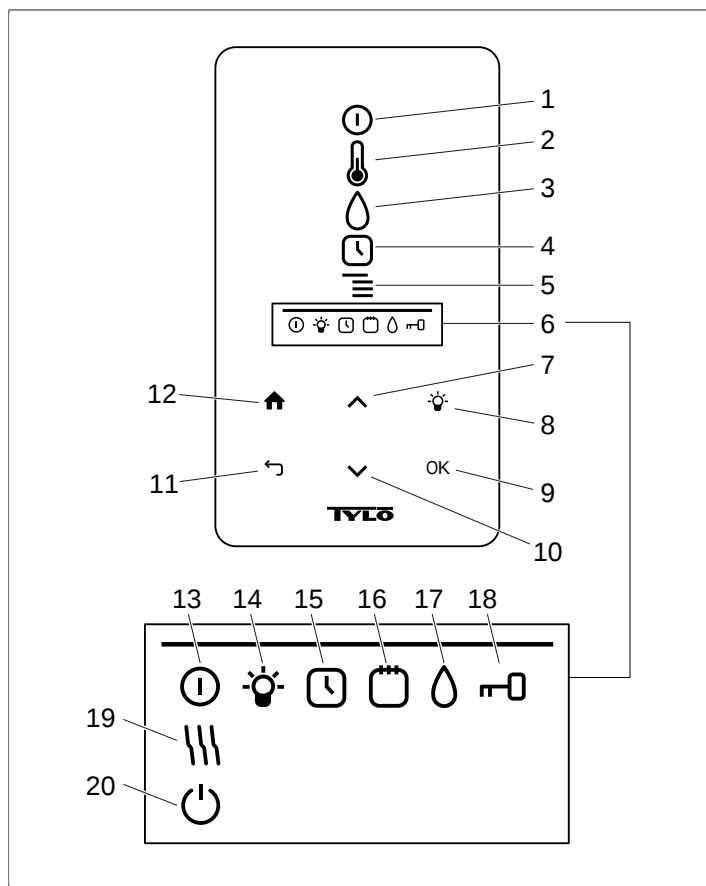
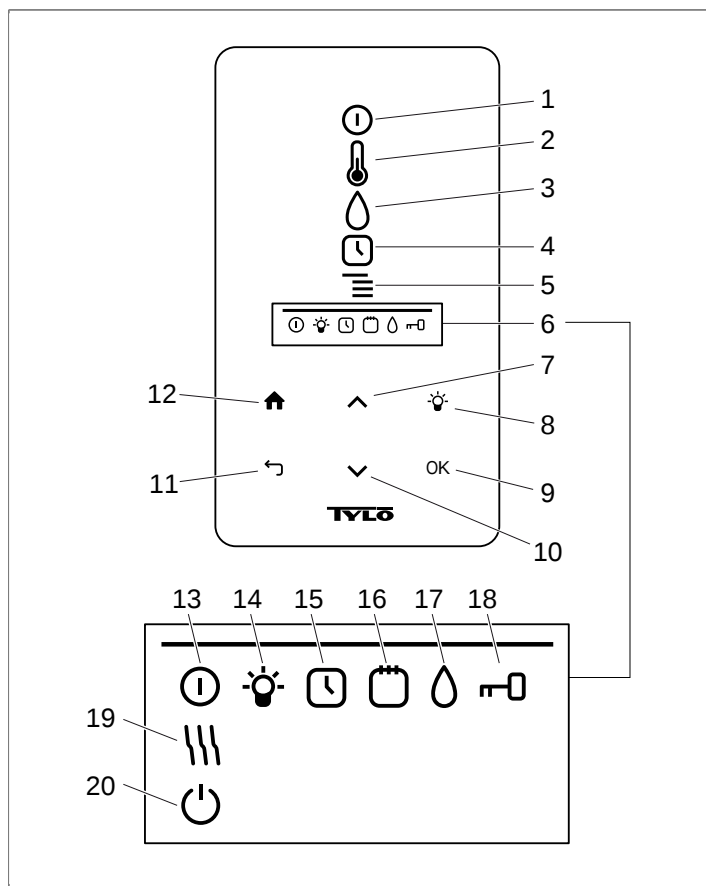

Fig 4: Grundmenyn
Fig 6: Grundmenyn
Vattennivån i tanken indikeras av **FUKT STATUS** (se **Fig 9**, sidan 5) i **STATUSRADEN** (se **Fig 4** **Fig 6**, sidan 3, pos 6). En fast, fylld dropps symbol visar att tanken är full, en fast halvt fylld symbol visar att tanken är halvfull och en blinkande tom symbol visar att tanken är tom. Vid uppstart indikeras även tom tank med pulserande ljudsignal.